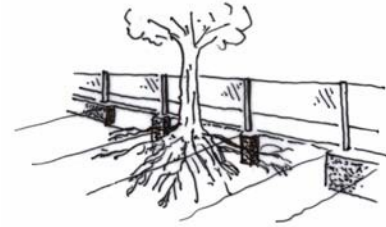

Fig.5: Utilización de cimientos pivotantes en caso de que el muro tenga que atravesar el área de protección del árbol.
- En caso de presencia abundante de raíces, se evitarán zapatas corridas y utilizaremos sistemas pivotantes. (fig 5)